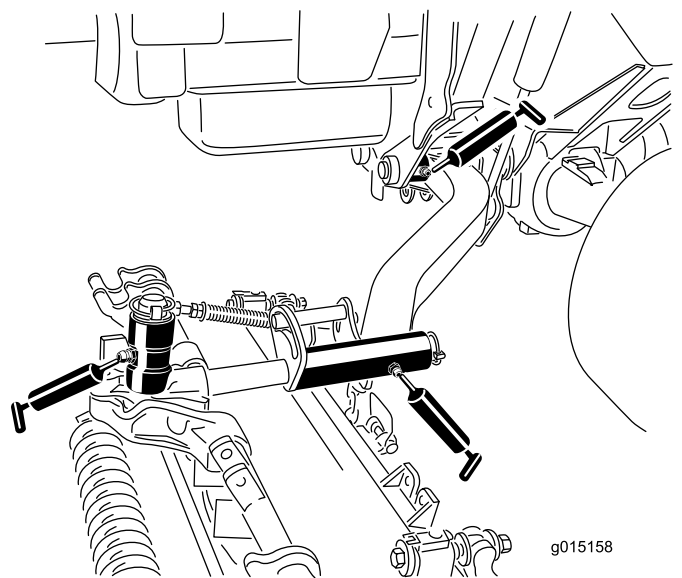

图 51
- 提升臂枢轴轴套每个滚刀组 1 个(图 51)
- 滚刀组承载架每个滚刀组 2 个(图 51)
- 滚刀组提升臂枢轴每个滚刀组 1 个(图 51)